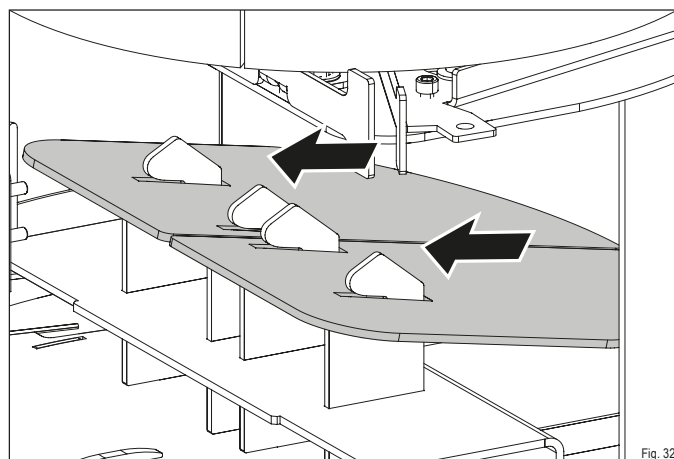

Fig. 32
- ▶ Faites glisser les déflecteurs acier vers le haut pour les libérer du support (Fig. 32).